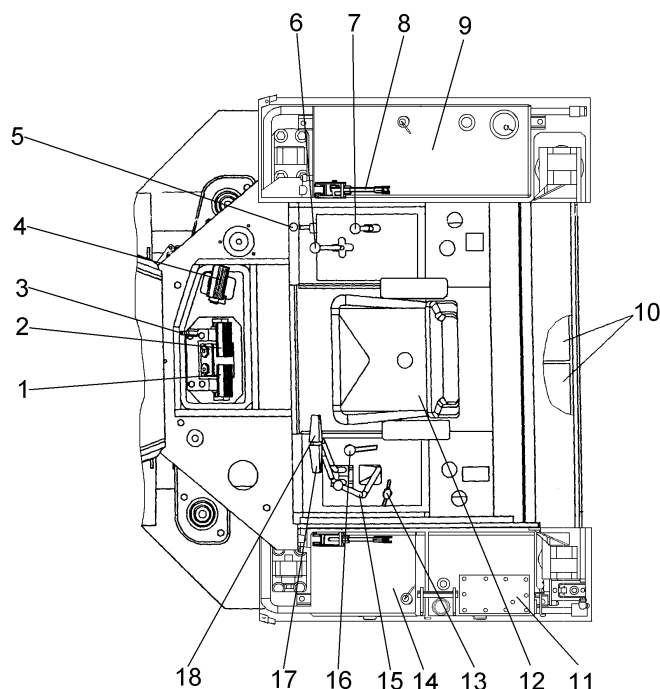

Рис.2. Схема рабочего места оператора
Расположение органов управления и контроля представлено на рис.2, 3, 4, 5, 6.
– педаль деселератора 4 (рис.2) установлена на полу, справа от блока педалей и тормозов.